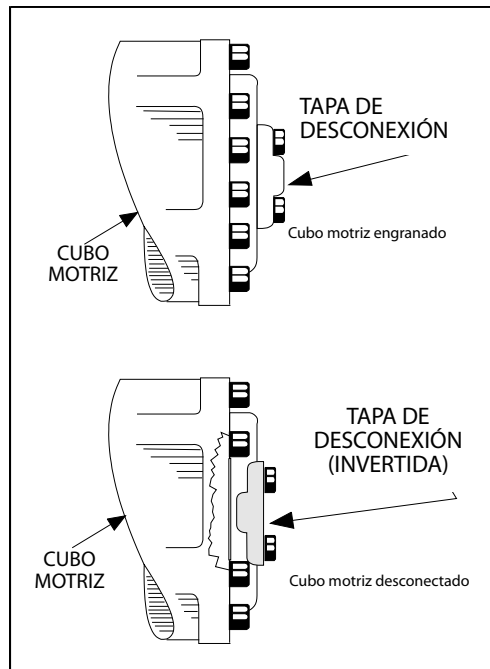

Figura 4-6. Desconexión de cubo motriz
3. Desengranar los cubos de las ruedas motrices invirtiendo sus tapas de desconexión. Consultar la Figura 4-6., Desconexión de cubo motriz.